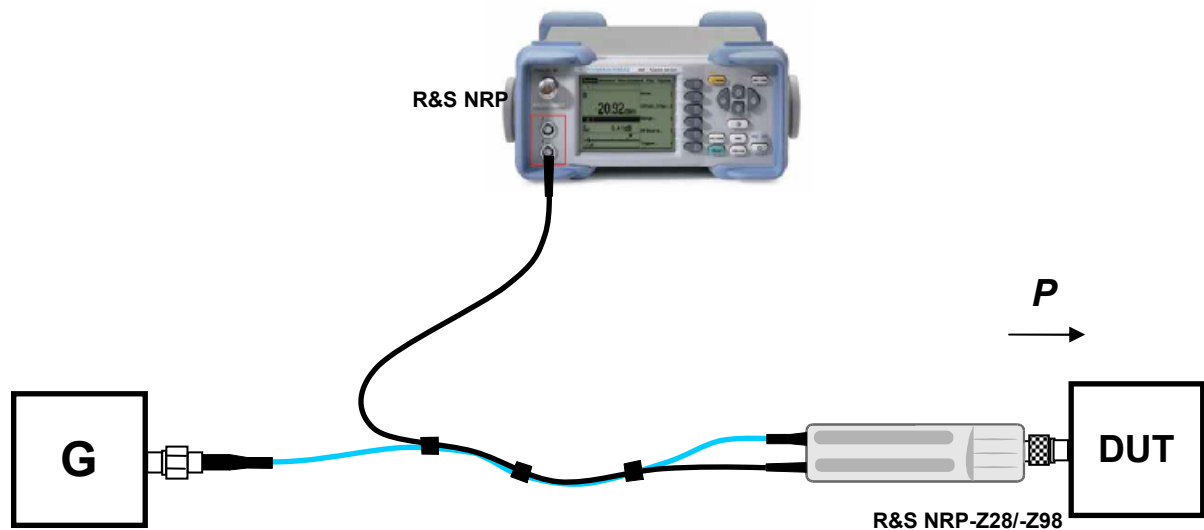

Bild 1-1 Konfiguration mit R&S NRP
- die Registerkarte **Strom** (Bild 1-1) wählen. Ist der Hub selbstversorgend, und der unter **Hubinformationen** aufgeführte verfügbare Strom beträgt 500 mA pro Anschluss, so können *high power devices* angeschlossen werden.